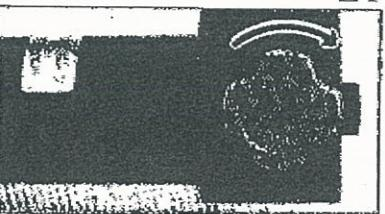

図 2
- 3.2 戻しハンドルを右(→UP-)にいっぱいまわします。 (図 2)